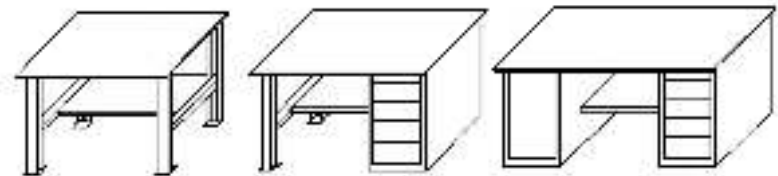

Рис. 6
4. Закрепить снизу столешницу саморезами (рис. 6).